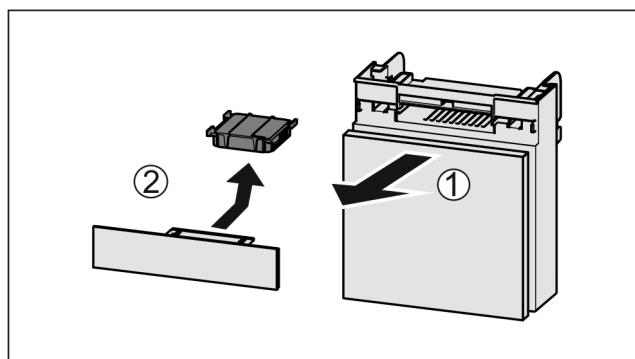

Fig. 142
- Extragăți Fig. 142 (1) compartimentul către înapoie.
- Scoateți Fig. 142 (2) filtrul de cărbune activ.